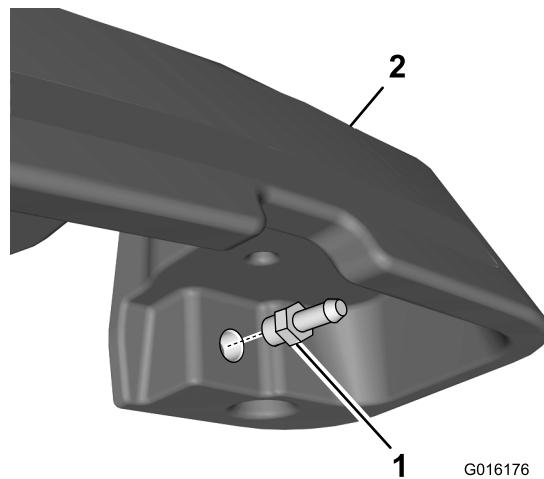

Bild 10
13. Befestigen Sie das gerade Hydraulikanschlussstück in der Öffnung an der Unterseite des Behälters des Ölleck-Warnsystems (Bild 10).